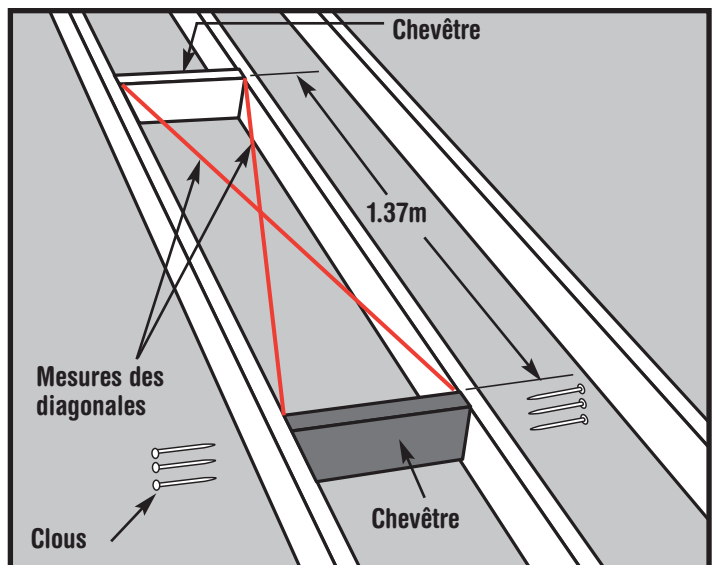

Figure 13 – Façon de vérifier la perpendicularité
- Étape 5.** Positionnez la deuxième chevêtre à 137.2 cm (54") de la première et répétez l'étape 4 (Voir la Figure 13).
- Étape 6.** L'encadrement pour l'ouverture brute nécessite quatre côtés. Les chevêtres posés constituent deux de ces côtés. Si vos solives de plafond sont espacées de façon à constituer les deux autres côtés de l'ouverture brute, contrôlez que tout est d'équerre en mesurant les diagonales. Ces mesures doivent être égales à 3.2 mm (1/8") près pour que la perpendicularité soit acceptable (Voir la Figure 13).